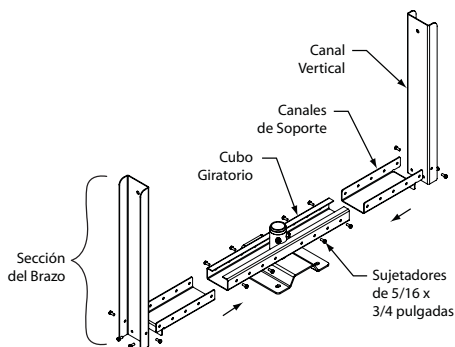

Figura 12 — Conjunto de Soporte de Montaje en Cielo
- Consulte la Figura 12. Monte (1) Canal Vertical en (1) Canal de Soporte usando (4) sujetadores de 5/16 x 3/4 pulgadas para formar (1) Sección del Brazo. Repita para formar la segunda Sección del Brazo.